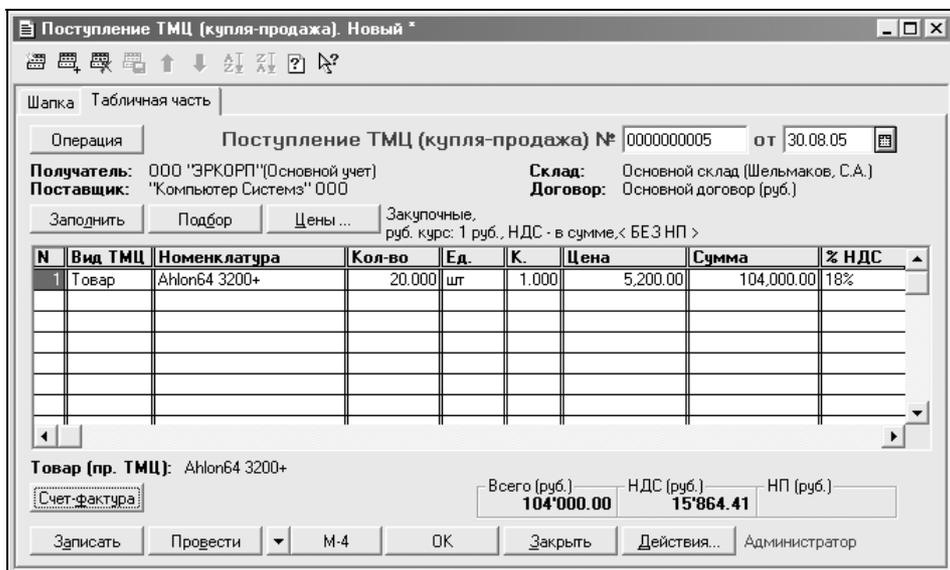

Рис. 6.34. Диалоговое окно Поступление ТМЦ. Вкладка Табличная часть
3. На вкладке **Табличная часть** (рис. 6.34) выполните следующее.
- В зависимости от формы оплаты и получения ТМЦ у поставщика выберите подходящий пункт. В нашей схеме поступления с предоплатой необходимо выбрать **Счет-фактура полученный** или нажать на кнопку **Счет-фактура** (см. рис. 6.34).